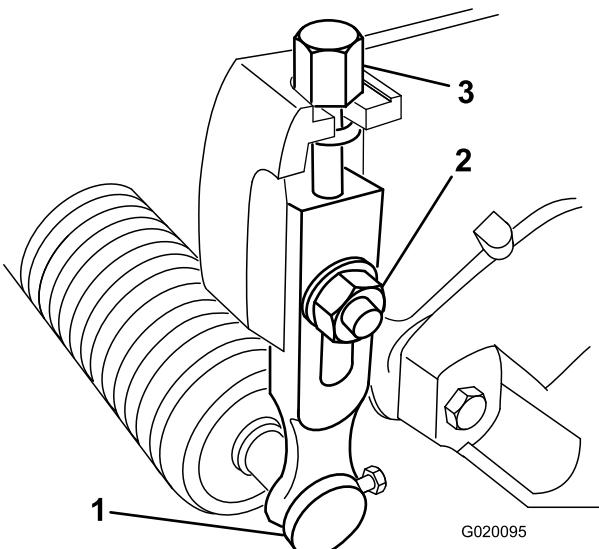

図 8
- 刈り高アームをカッティングユニットのサイドプレートに固定しているロックナットをゆるめる図 8。